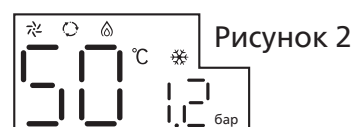

Рисунок 2
- B Запустите устройство: нажмите кнопку питания, чтобы запустить устройство. На экране появится температура и последний выбранный режим, как показано на рис. 2.